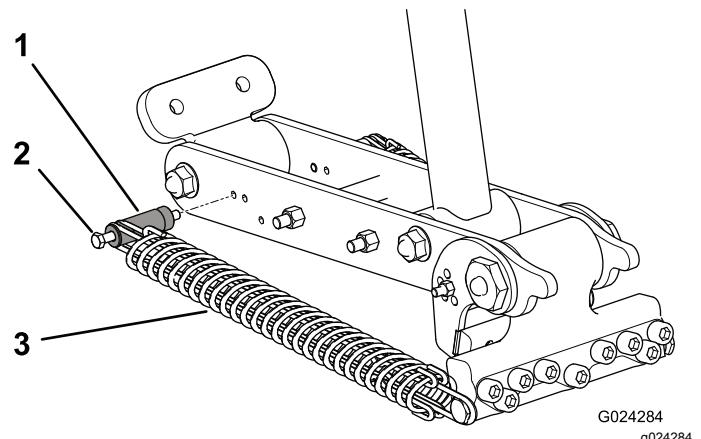
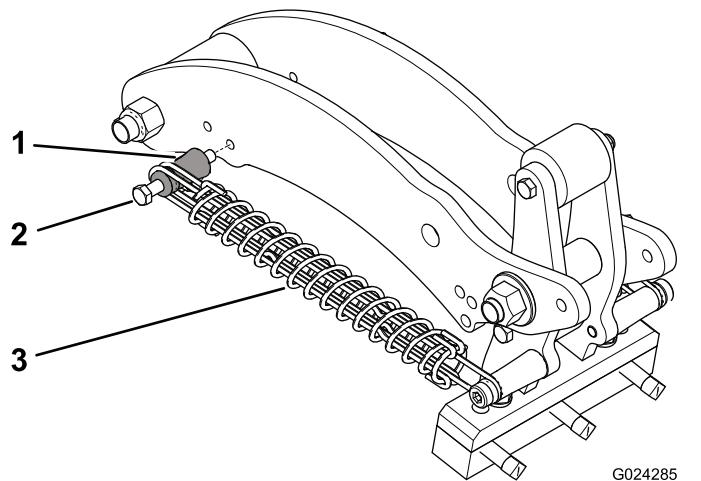

Bild 42
Bild 43
5. Nehmen Sie die Schraube der Befestigungsstrebe und die Befestigungsstrebe vom Gestängearm ab und versetzen Sie sie in das andere Einstellloch (Bild 42 oder Bild 43).
4. Entfernen Sie die Mutter, mit der die Schraube der Federbefestigungsstrebe am Gestängearm befestigt ist (Bild 42 oder Bild 43).